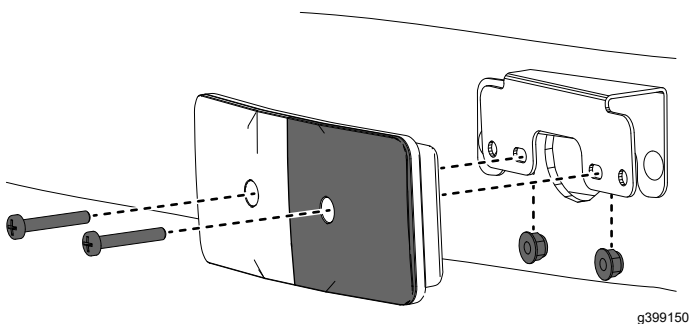

Figura 24
4. Montai luminile pe suporturi utilizând elementele îndepărtate la pasul 1 (Figura 24).